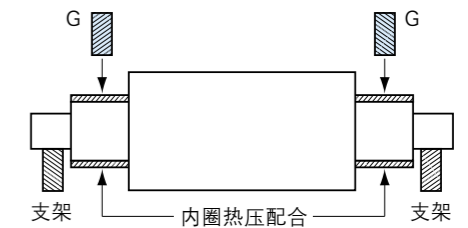

图 3.32
- 研磨辊颈所装轴承的内圈滚道（磨后尺寸及“滚道面”粗糙度等，由 NSK 告知），见图 3.32。